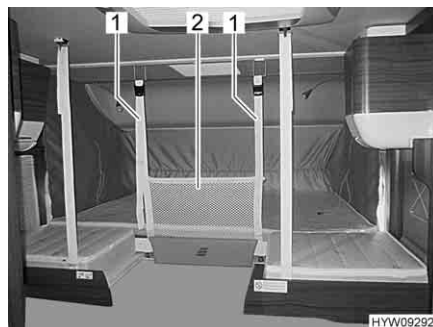

Fig. 112 Rete protettiva
- Staccare le cinture di ritegno (Fig. 112,1) e sistemare la rete protettiva (Fig. 112,2) sotto il materasso.
La rete protettiva con le cinture di ritegno è sistemata sotto il materasso del letto basculante. Fissare la rete protettiva (Fig. 112,2) soltanto dopo che le persone si sono stese nel letto basculante.
- Agganciare le cinture di ritegno (Fig. 112,1) ai ganci del soffitto.